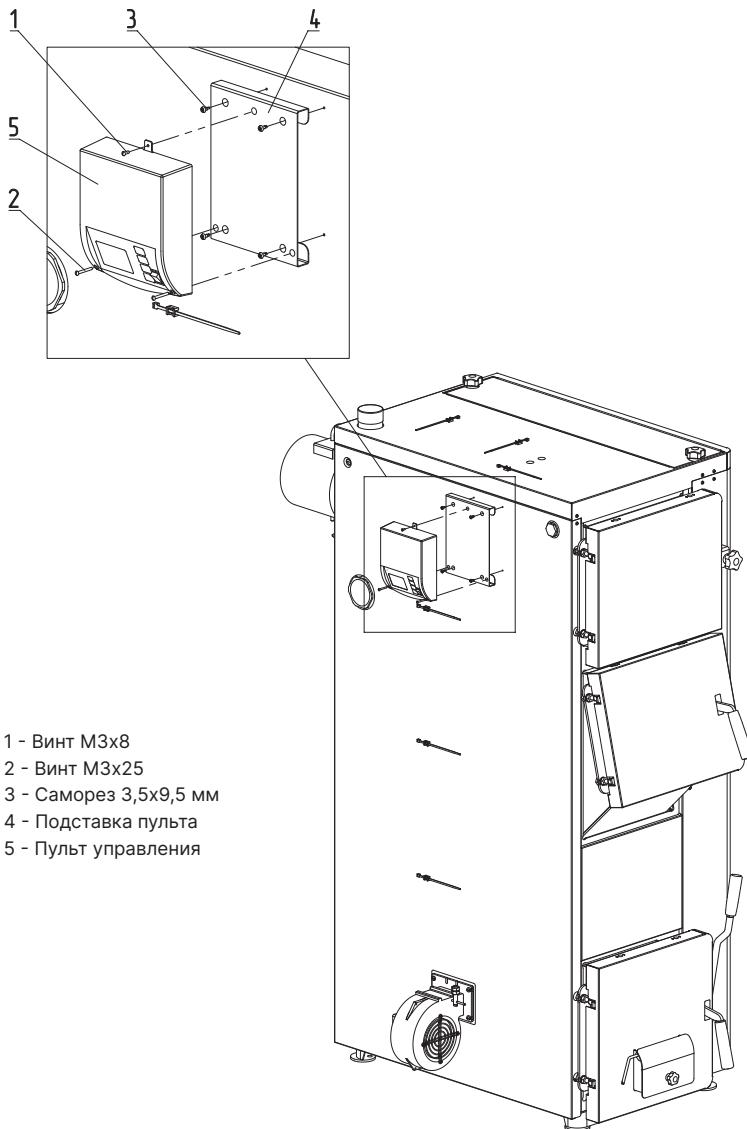

Рис.19 Установка пульта управления на котел ZOTA Magna 45 кВт
- Закрепить подставку пульта (Рис.19, поз.4) саморезами (Рис.19, поз.3) на левой стенке котла;
- На подставку пульта установить пульт управления (Рис.19, поз.5) и зафиксировать его винтами (Рис.19, поз.1, 2).